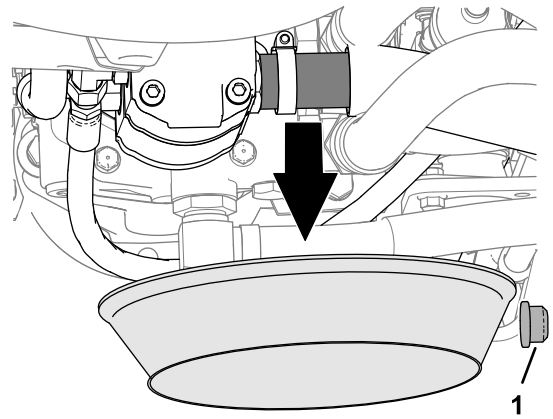

Figure 25
1. Au bas de la machine, placez un bac de vidange sous la pompe hydraulique et placez l'obturateur de flexible près de la pompe (Figure 25).